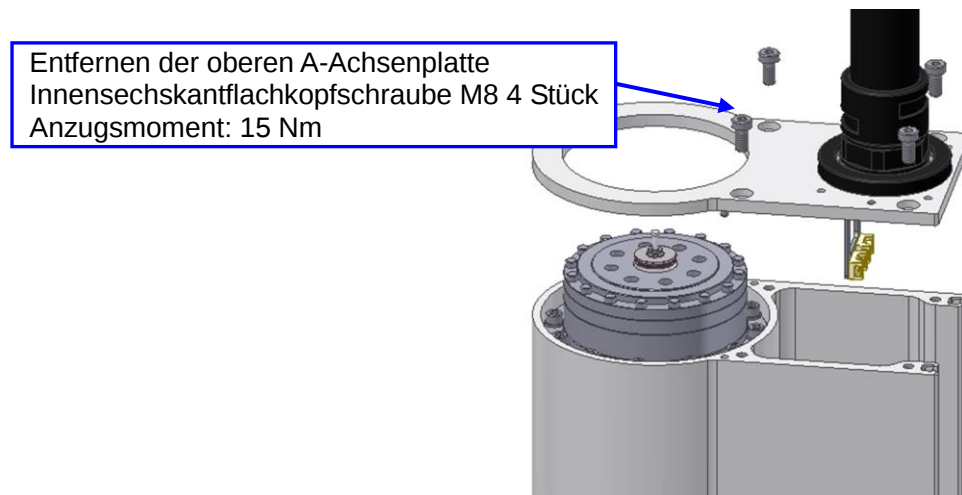

Bild 5-3 Entfernen der oberen A-Achsenplatte
- (6) Entfernen des oberen A-Achsenabdeckung (Siehe Bild 5-3)